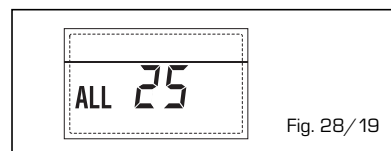

Fig. 28/19
**- ANOMALIA SONDA AUSILIARIA (S3) "ALL 26" (fig. 28/20)**